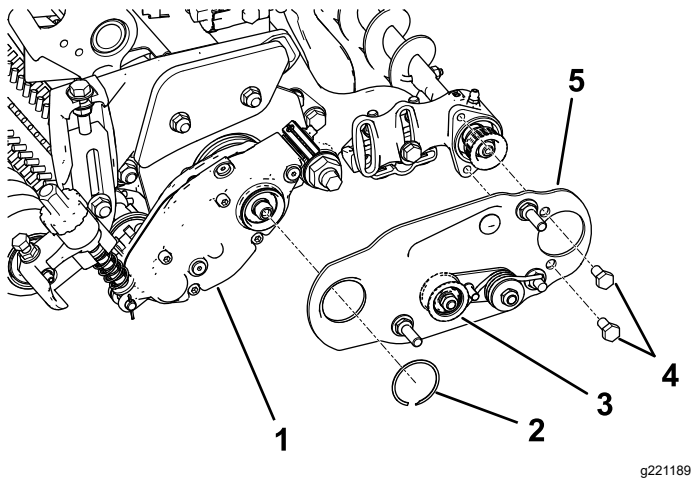

图 9
3. 安装左侧或右侧滚筒刷枢轴板 图 9。
注意 确保怠轮皮带轮组件按 图 9 中所示安装在底部。
4. 为 2 个螺栓 5/16 x 1/2 英寸涂抹 242 乐泰胶蓝色并用这两个螺栓将滚筒刷侧板安装到滚筒刷轴承座上 图 9。
5. 用卡环将滚筒刷侧板固定至滚筒刷架上 图 9。